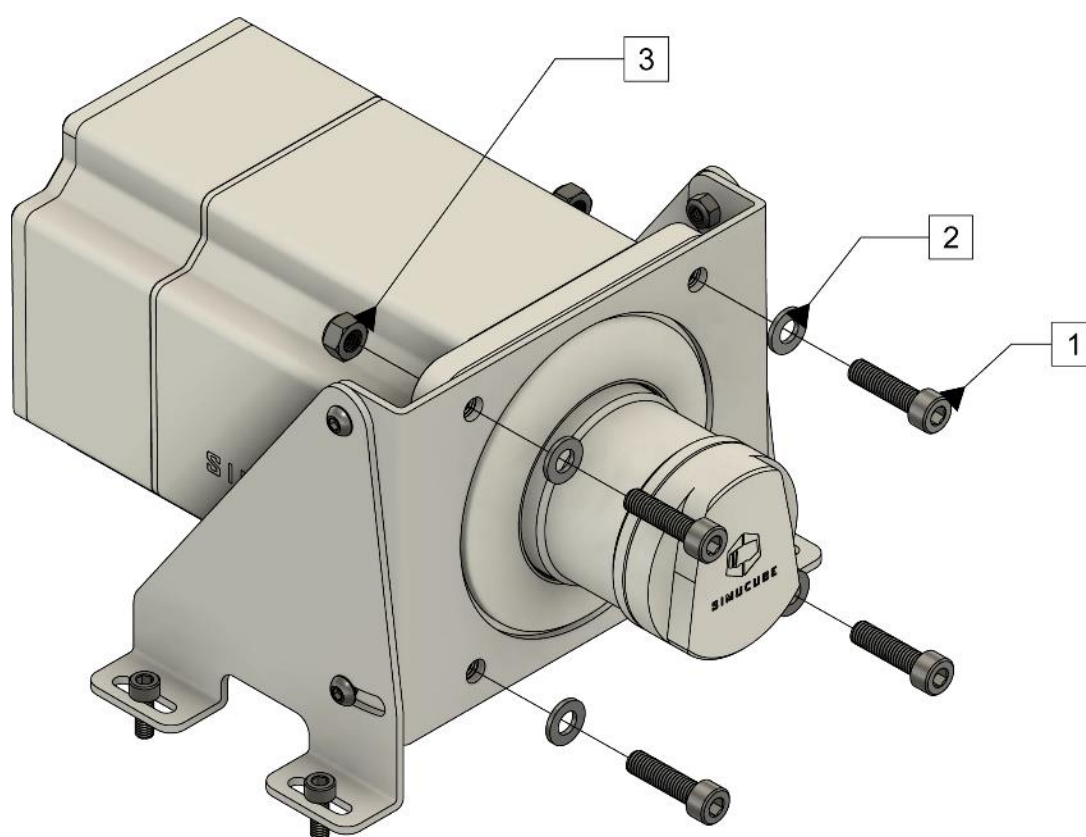

Figure 3 Montage du Simucube 2 à l'aide d'un support de montage.
Le Simucube 2 peut être monté avec un support distinct capable de convertir le support avant en un support (table) de plancher horizontal, comme à la figure 3. Les supports de montage sont disponibles auprès des revendeurs Simucube répertoriés sur le site Web <https://www.simucu.be>.
Montez le Simucube 2 tel qu'illustré à la figure 3. Les modèles Sport et Pro sont montés à l'aide de boulons M8 de 30 mm avec un pas de filetage de 1,25 mm (1) et de rondelles plates M8 (2). Le Simucube 2 Ultimate est monté à travers la bride du moteur à l'aide de boulons M8 de 40 mm (1), de rondelles plates M8 (2) et de contre-écrous M8 (3).